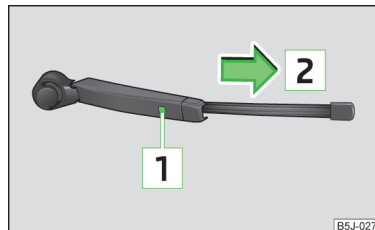

Fig. 52
- Ridicați brațul ștergătorului de pe geam » *fig. 52*.